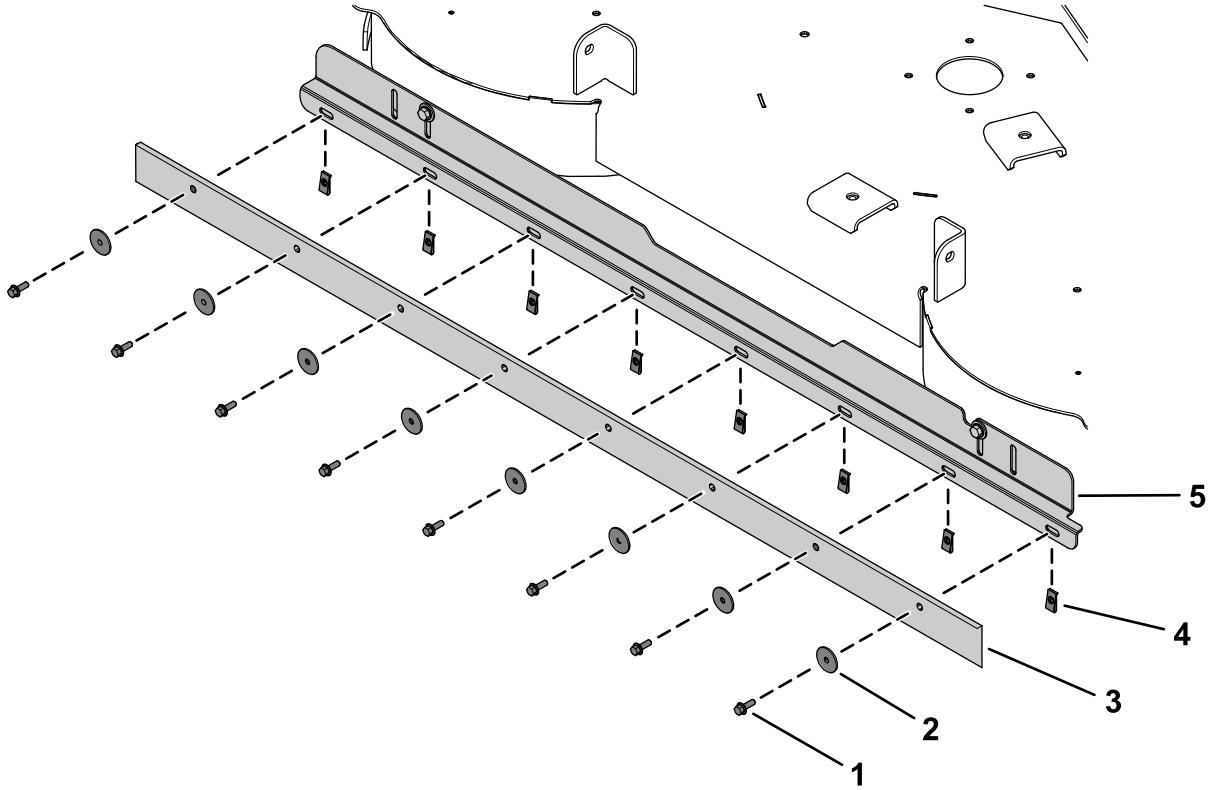

Figura 5
- Instale las 8 tuercas rápidas en la pletina de sujeción (Figura 5).
- Sujete la rasqueta a la pletina de sujeción y a las tuercas rápidas usando 8 tornillos de cabeza hexagonal ($\frac{1}{4}'' \times \frac{3}{4}''$) y 8 arandelas (Figura 5).